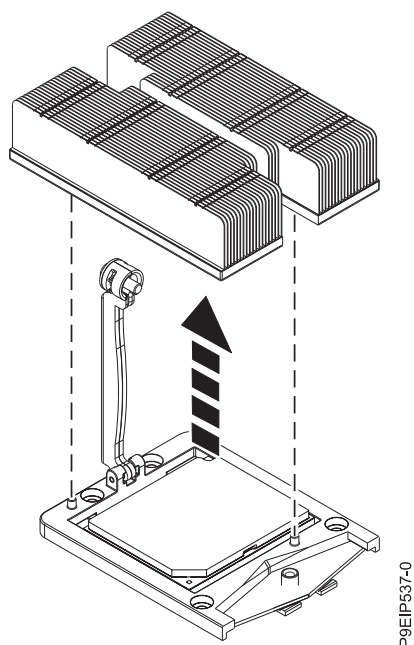

Figure 56. Retrait du dissipateur thermique
5. Tenez le dissipateur thermique et retirez-le en le soulevant à la verticale, comme illustré dans la figure 56.